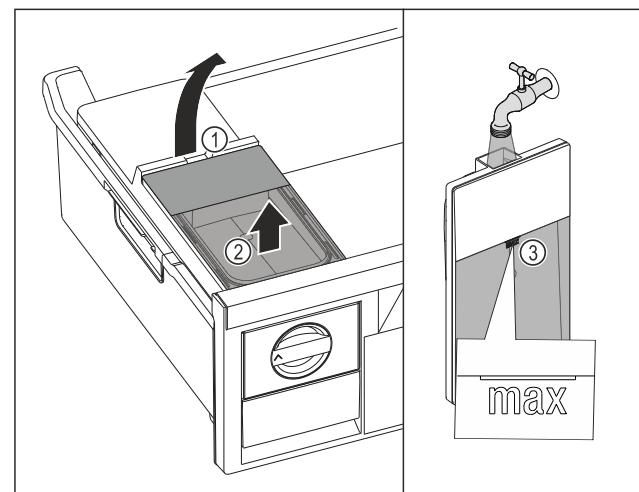

Fig. 75
- Поднимите бак для воды за выемку Fig. 75 (1).
- Извлеките бак для воды движением вверх. Fig. 75 (2)
- Наполните бак для воды питьевой водой до отметки Fig. 75 (3).